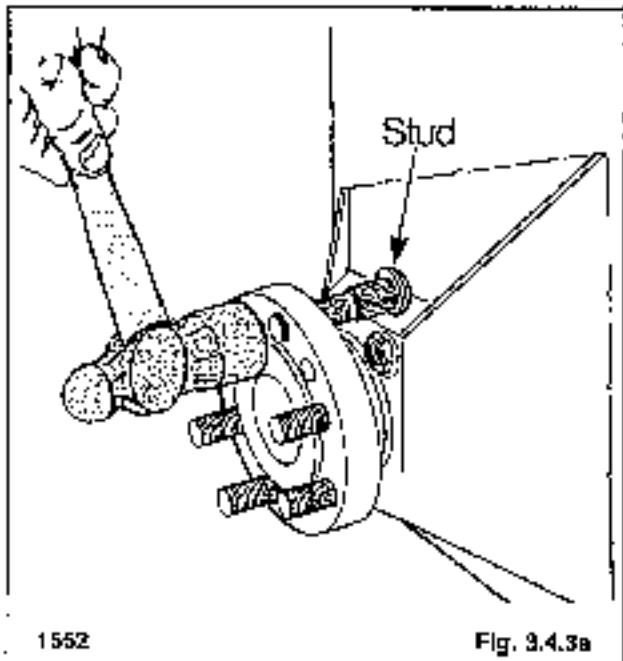

Fig. 3.4.3a
4. Remove the damaged or broken stud (fig. 3.4.3a).